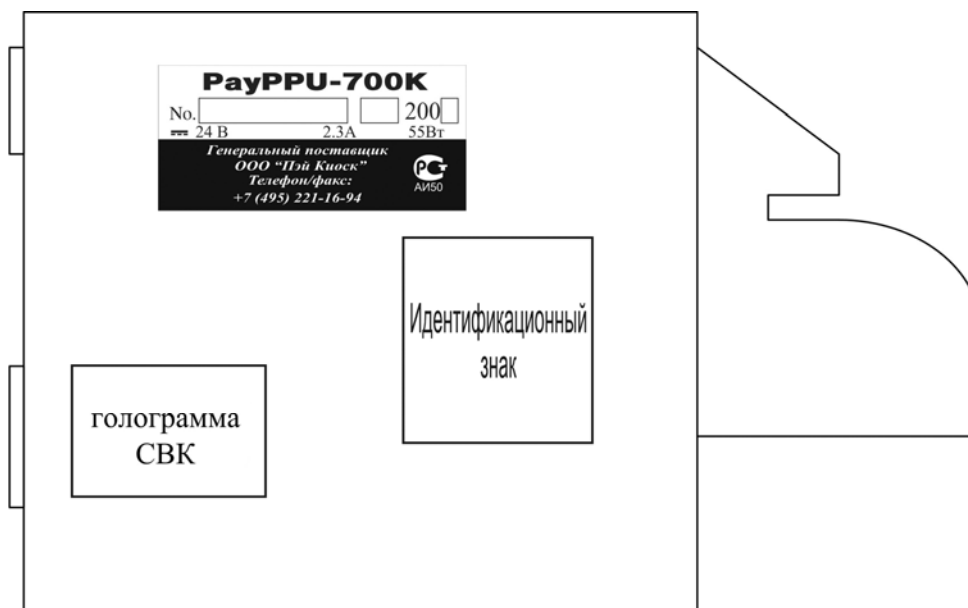

Рисунок 19 – Маркировка ККМ.
- 4.2. Наклейте на кожух принтера ККМ шильдик, идентификационный знак и голограмму СВК (см. рис.19).